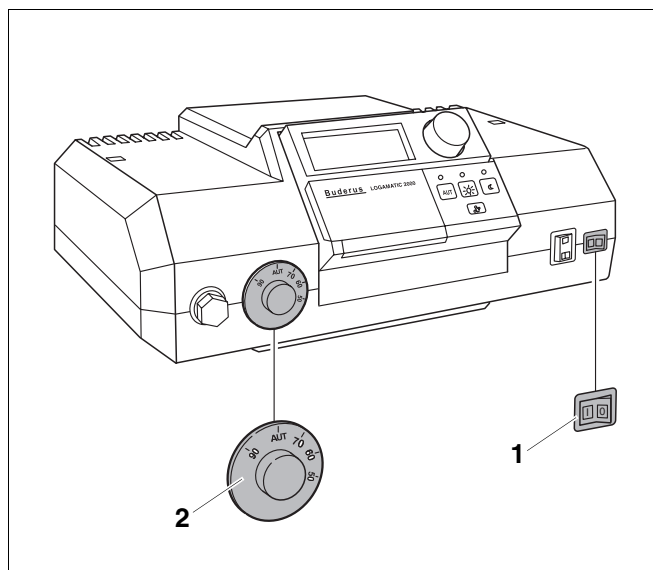
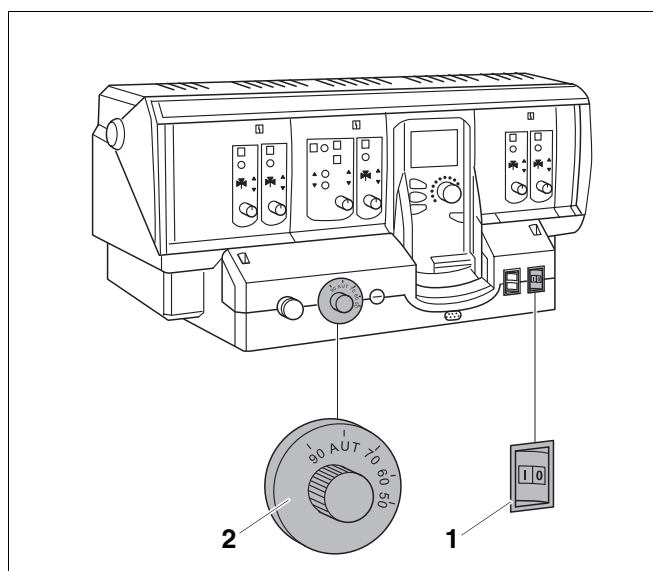

Fig. 27 Sistem de reglare Logamatic 2000
Fig. 28 Sistem de reglare Logamatic 4000
- Comutatorul de funcționare (Fig. 27, **Poz. 1** respectiv. Fig. 28, **Poz. 1**) se va poziționa pe poziția I "PORNIT".
- Regulatorul de temperatură al apei (Fig. 27, **Poz. 2** respectiv. Fig. 28, **Poz. 2**) se va poziționa pe "OPRIT". În cazul unei reglări constante, setați temperatura (min. 65 °C) dorită.